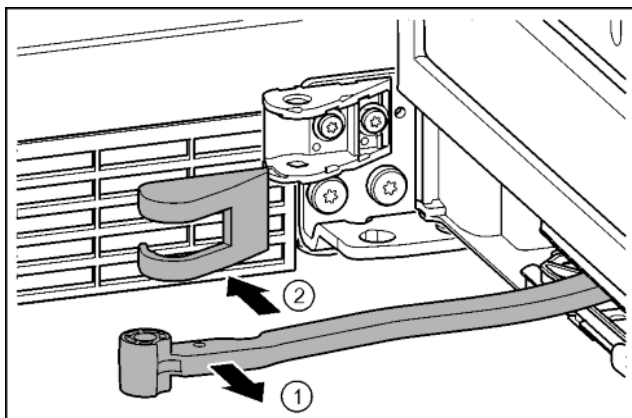

Fig. 16
► Повернуть шарнир в направлении двери. Fig. 16 (1)
► Снять крышку опорного кронштейна. Fig. 16 (2)